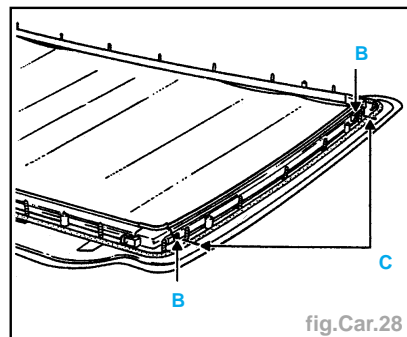

fig.Car.28
- Retirer les rivets (B) (fig. Car.28).
- Couper le joint d'étanchéité en (C).